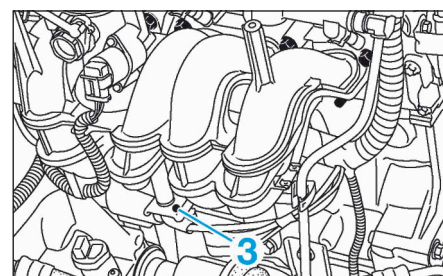

FIG.17
- Déposer la béquille de renfort (3) du collecteur d'admission située entre le bloc-cylindres et le collecteur d'admission (Fig.17).